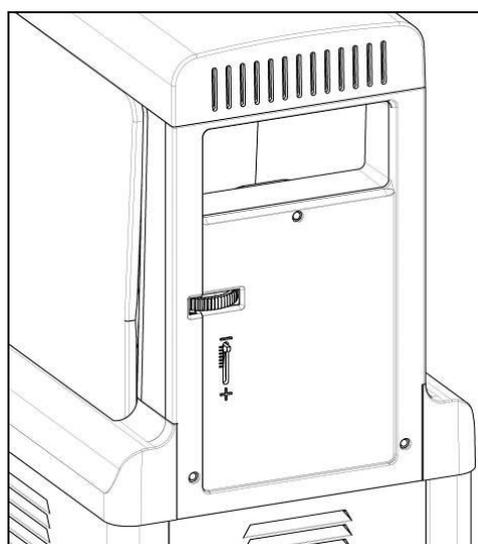

Fig. 25
- Ajustar la consistencia al nivel deseado actuando sobre la rueda ubicada en la parte posterior de la máquina (fig. 25); girando en el sentido de las agujas del reloj, el indicador de nivel se moverá hacia el signo - y el producto se volverá menos denso, girando en el sentido contrario a las agujas del reloj hacia la derecha, el indicador de nivel se moverá hacia el signo + y el producto se volverá más denso.
- Si el producto no tiene la consistencia deseada, es necesario poner el interruptor B en la posición 0, ajustar la consistencia como se desee (fig.25) y reiniciar el ciclo desde la fase A colocando el interruptor B de nuevo en la posición COPO DE NIEVE (capítulo 9).